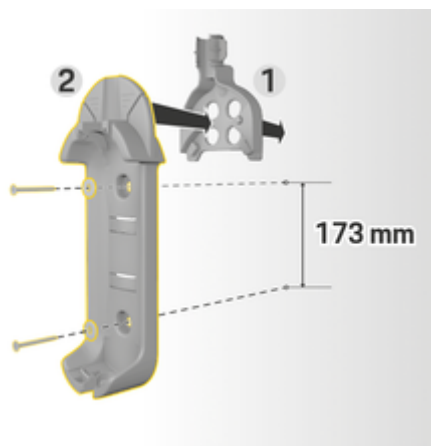

Fig. 3: Cotes de perçage
3. Enfoncez la base du support mural 2 (Fig. 3) dans le guide-câble 1 (Fig. 3) par l'avant.